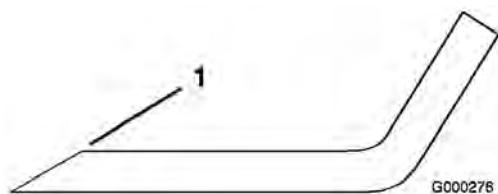

Figure 71
1. Au moyen d'une lime, aiguiser les tranchants aux deux extrémités de la lame (Figure 71) en veillant à conserver l'angle de coupe d'origine. Limez la même quantité de métal sur chacun des deux tranchants pour ne pas déséquilibrer la lame.